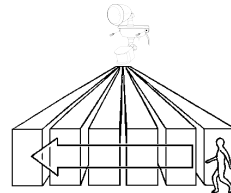

Fig. 1
- Coloque el artefacto de modo que detecte el movimiento a través de la zona elegida (Fig. 1).